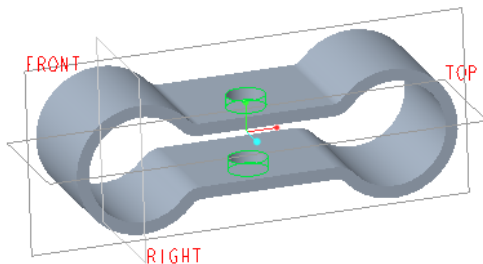

图 5-195 创建圆孔
(4) 在“拉伸”选项卡中打开“选项”面板, 将“侧 1”和“侧 2”的深度选项均设置为  (到下一个) 选项。
(5) 单击“拉伸”选项卡中的  (完成) 按钮, 此时模型效果如图 5-195 所示。